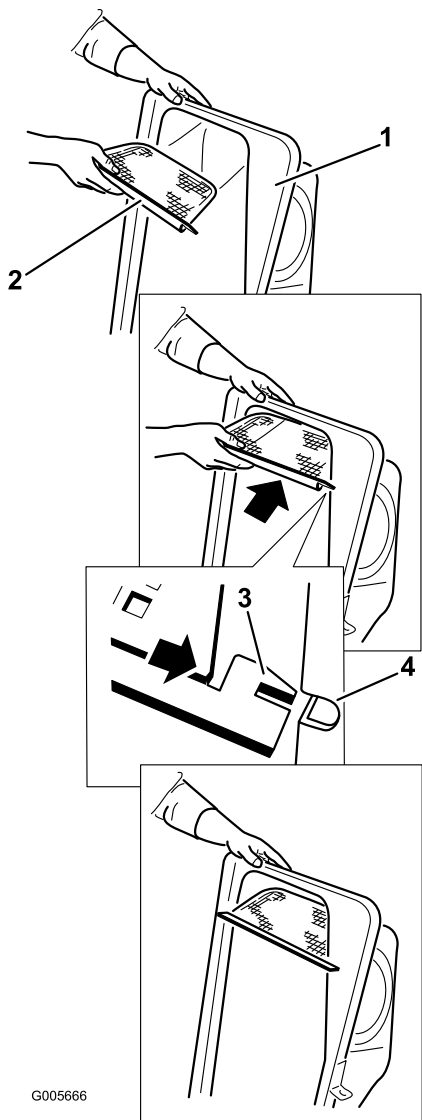

Figura 14
2. Montate la griglia come illustrato nella Figura 14 e verificate che sia inclinata verso i cestini di raccolta.